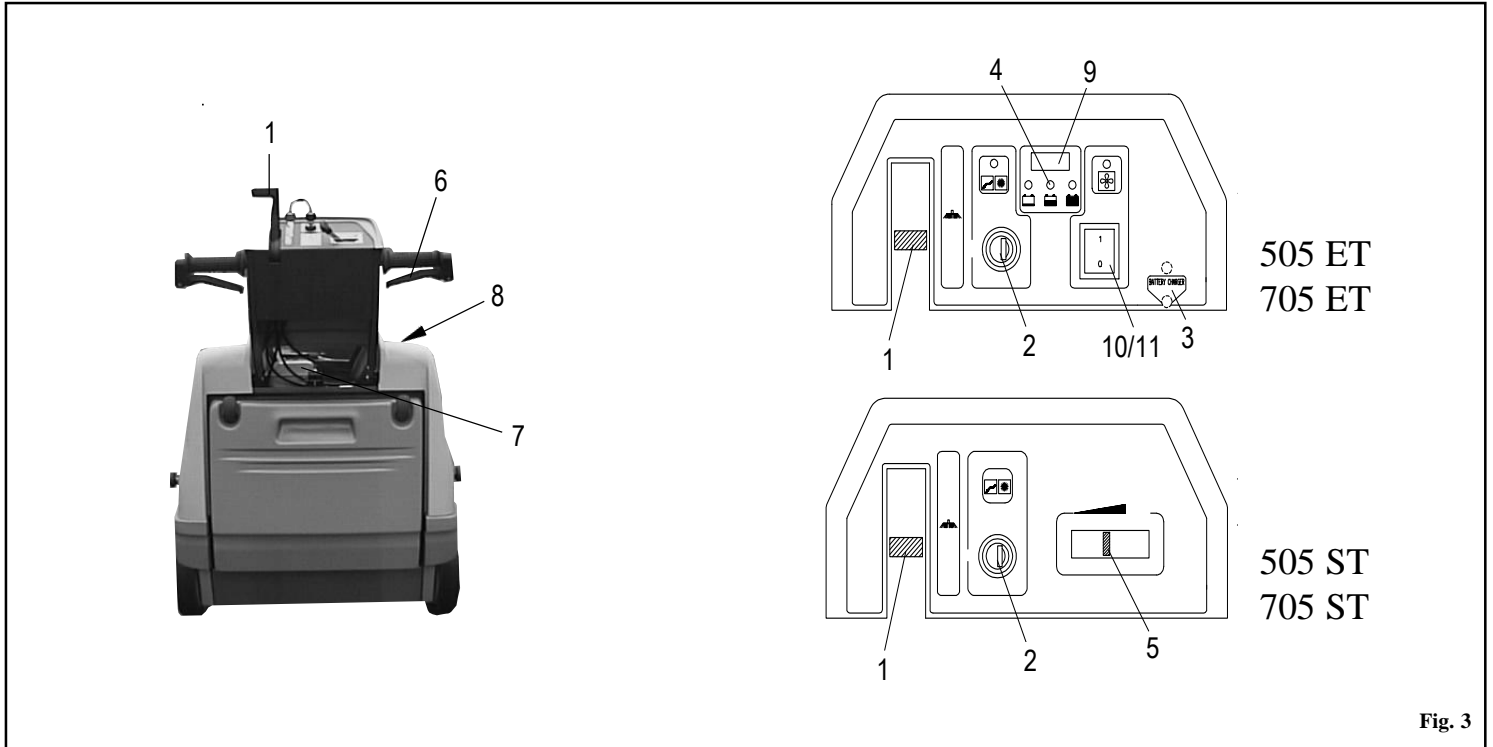

Fig. 3
- Portare la leva alza spazzola **pos. 1 Fig. 3** in posizione **OFF**.
l'interruttore a chiave **pos. 2 Fig. 3** sul cruscotto. Per ulteriori informazioni più dettagliate sul motore si prega di consultare il libretto specifico del motore.
- Verificare che la spazzola laterale **pos. 1 Fig. 3** sia in posizione **OFF**.
- Portare in posizione **ON** l'interruttore a chiave **pos. 2 Fig. 3**.
Dopo aver girato la chiave attendere circa 10" prima che la macchina si metta in moto. Controllare tramite il segnalatore **pos. 4 Fig. 3** che la batteria sia completamente carica prima di iniziare a lavorare, in caso contrario mettere sotto carica la batteria.
- Tirare la leva di trazione **pos. 6 Fig. 3** e procedere alla pulizia.
Se è necessario, azionare la leva **pos. 1 Fig. 3** portandola in posizione **ON** per inserire la spazzola laterale.
- Portare la leva dell'acceleratore **pos. 5 Fig. 3** in posizione **START**.
- Portare la chiave **pos. 2 Fig. 3** in posizione di **ON**.
- Agire sull'acceleratore **pos. 5 Fig. 3** dosando il regime desiderato.
- A fine lavoro, se utilizzata, portare la spazzola laterale **pos. 1 Fig. 3** in posizione **OFF**. Portare la leva acceleratore in posizione **START** e spegnere la macchina portando l'interruttore a chiave **pos. 2 Fig. 3** in posizione **OFF**. Chiudere il rubinetto della benzina **pos. 3 Fig. 4**.
- Collegare la presa **pos. 3 Fig. 3** ad un caricabatteria con portata **12V 10A**.